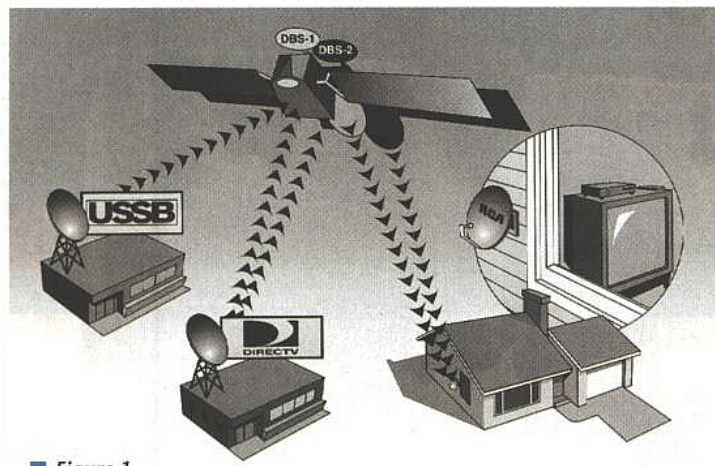

Figure 1
Ce circuit, dont le schéma-bloc est visible sur la **figure 1**, comporte toutes les fonctions actives ainsi que tous les filtres nécessaires au codage PAL ou NTSC de signaux vidéo sous forme RVB + Synchro ou YUV (avec synchro séparée ou incluse dans Y).
- les transpondeurs – au nombre de 16 par satellite – sont d'une puissance élevée, 120 W chacun, alors qu'ordinairement elle ne dépasse pas 45 W dans la bande Ku (12,2 à 12,7 GHz) dans laquelle les transpondeurs opèrent (voir figure 1).